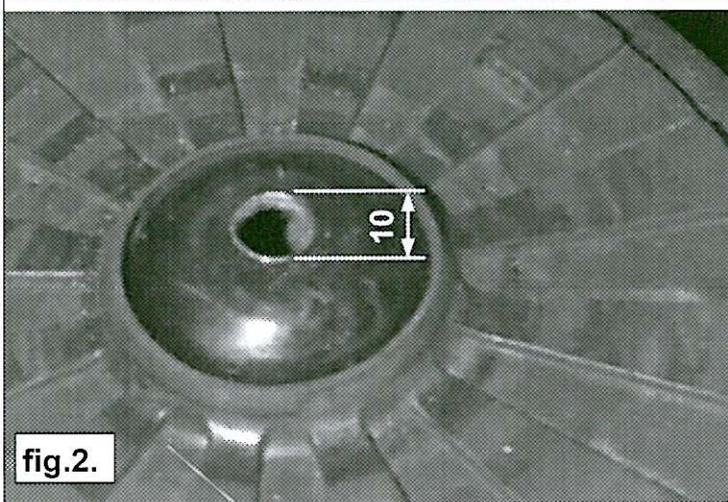

fig.2.
6. Boor een gat van 10mm in het centrum van de onderste hoofdveerschotel. Zie fig.2.
6. Drill a 10mm hole in the centre of the bottom mainspringseat. See fig.2.